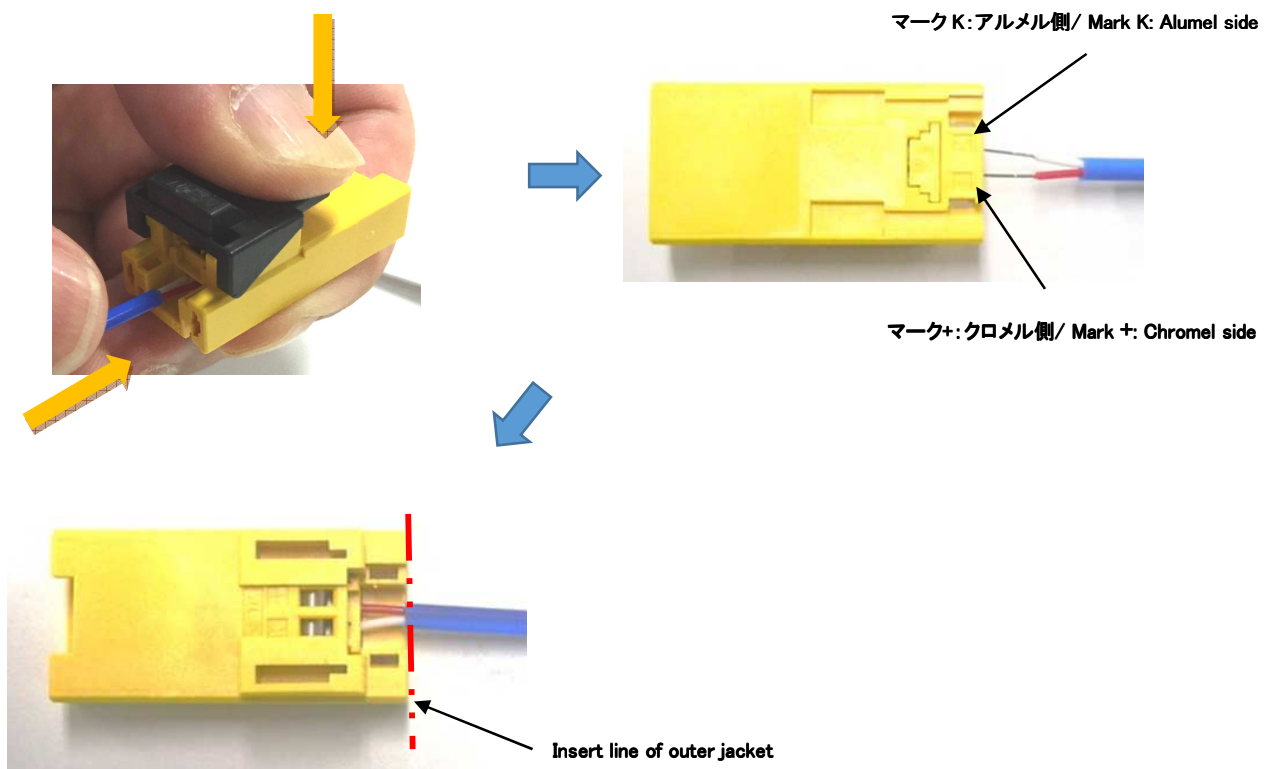

図 6/ Fig6
- ③ コネクタに印字されている+マーク側のケーブルガイドホールにクロメル電線を、K マーク側にアルメル電線を同時に挿入します。(図 6)
- ④ コネクタの端面と電線外皮の端面が合わさるまで電線を挿入したら、オープナーを放して結線完了です。
- ③ Insert the chromel wire to plus marking side of cable guide hole, aludel wire to K marking side at a time. (Fig. 6)
- ④ The wire should be inserted until aligning wire outer jacket and connector end edge in a straight line.